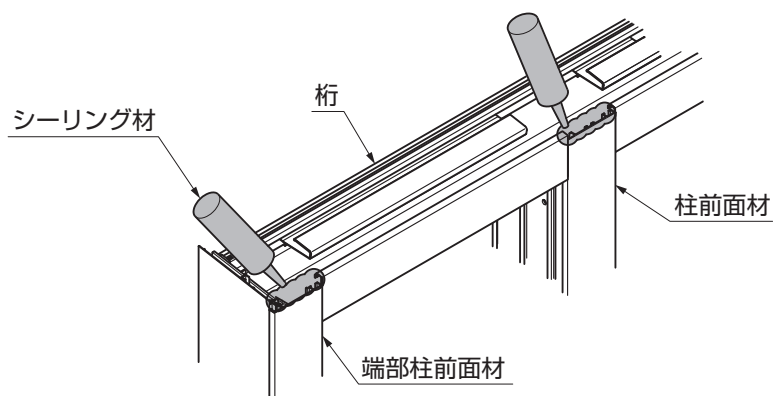

図12-1
(図12-1参照)
- 図12-1の位置に確実にシーリングを行わないと雨漏りの原因になります。